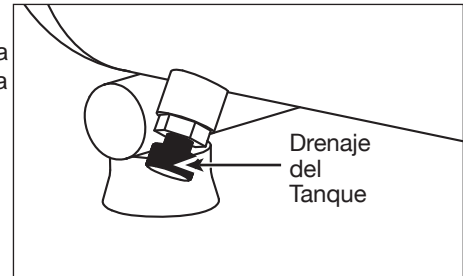

Figura 4
2. Apague el compresor y libere toda la presión, después: Abra la llave de drenaje, ubicada debajo del tanque, para drenarle toda la humedad (Vea Figura 4). La presión del tanque debe ser menor a 0,7 bar antes de abrir la válvula de drenado.